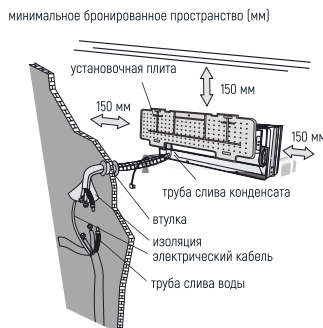

Рис. 5
9. Оставьте расстояние между прибором и стеной или потолком, как показано на рис.5